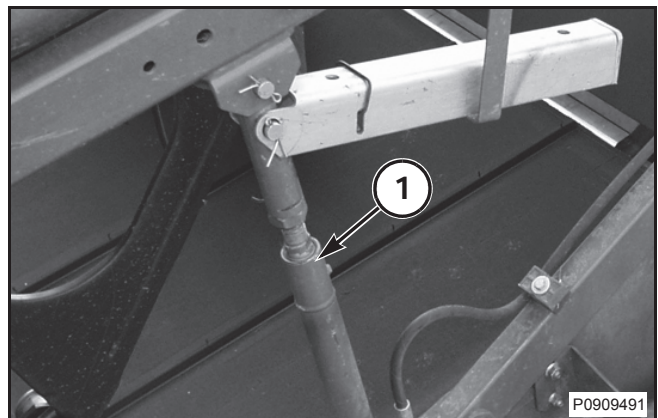

FIG. 36
FIG. 36: Para ajustar la altura mínima del molinete, aumente la presión del suelo de la barra de corte por encima de 13789,51 kPa (2000 psi). Después, opere el control de altura del molinete de la cosechadora para bajar el molinete, hasta que ambos cilindros de levante (1) estén completamente retraídos.